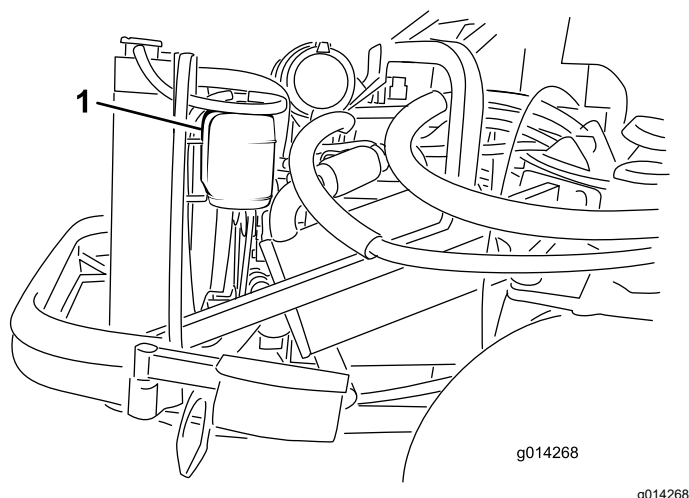

图 44
1. 检查膨胀水箱的冷却液液位图 44。冷却液液位应当介于膨胀水箱侧面的两个标记之间。